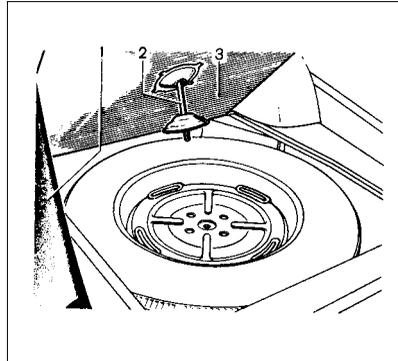

Рис. 40. Отсек для запасного колеса и инструмента
– выньте из багажника запасное колесо, домкрат и сумку с инструментом. В автомобиле с кузовом «универсал» запасное колесо, сумка с инструментом и домкрат расположены в отсеке под полом багажного отделения. Для доступа к ним откиньте коврик 1 (рис. 40), отверните винт 2 и снимите крышку 3;